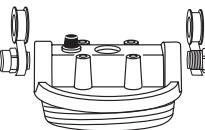

Figura 5
6. Envuelva con cinta de Teflon® (2 1/2 vueltas) alrededor del accesorio de 3/8" en el sentido de las manecillas del reloj y asegúrela contra la cabeza del filtro (ver Figura 5).